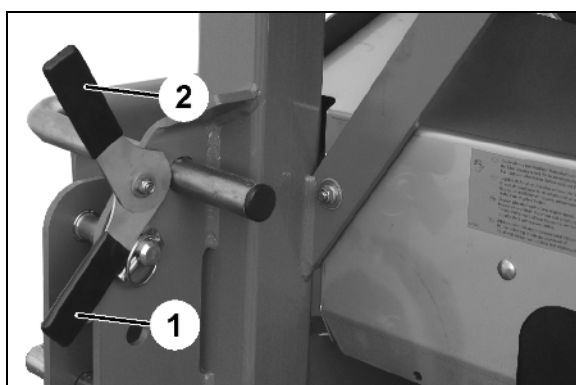

Fig. 23
1. Soltar ambos lados de la palanca excéntrica (Fig. 23/1).